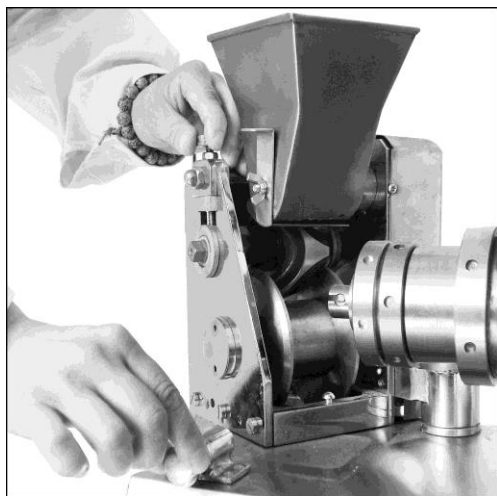

Рис.2
отсоединить её от приводной системы (рис. 2)
коробку, затем вращать их для возвращения в исходные положения , включить машину и формировать пельмени без фарша . Проверить размеры и массу мучной оболочки , для получения требуемых размеров и массы оболочки можно регулировать гайку (15) (рис. 6) , при вращении гайки по часовой стрелке количество теста будет увеличиваться и размеры пельменей будут увеличиваться ; а при вращении гайки против часовой стрелки количество теста будет уменьшаться и размеры пельменей будут уменьшаться. При наличии явления приклеивания пельменей друг к другу (то есть пельмени не могут отсоединяться друг от друга) можно ровно завинчивать два винта крепления(6) при работе машины (рис. 2) , запрещается слишком сильно завинтить винты для предотвращения повреждения и браковки формирующего штампа.